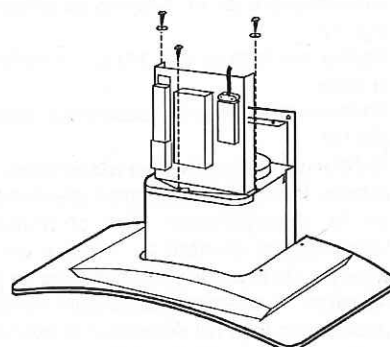

fig.9
4. Montez la plaque de l'installation électrique en la fixant avec 3 vis et 2 rondelles métalliques (fig. 9).